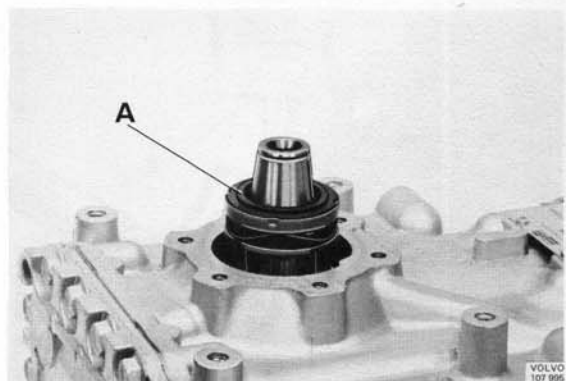

Abb. 52 Einbau der Kurbelwellendichtung
7. Dichtring in Öl für Kältekompressoren tauchen, auf die Kurbelwelle schieben und auf seinen Sitz herunterdrücken. Graphitring (A, Abb. 52) mit der feingeschliffenen Dichtfläche nach außen in den Dichtringhalter legen.